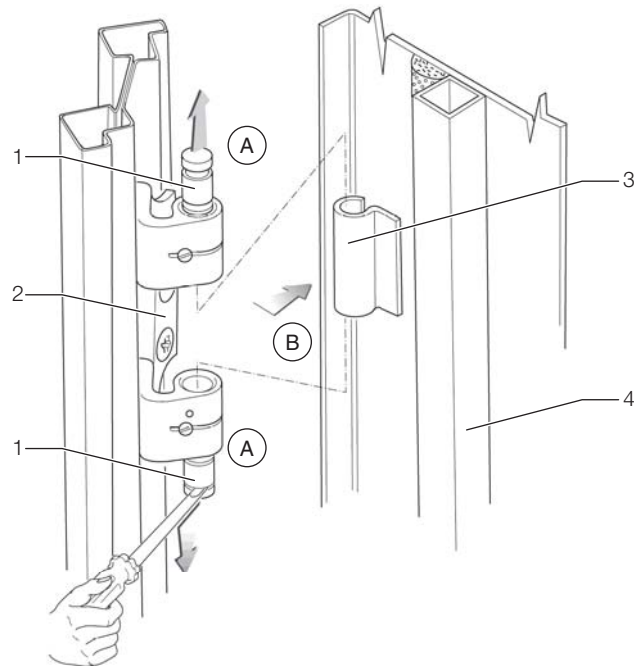

Abb. 25: Türscharnier - Ausbau
- Lösen Sie die Scharnierbolzen an den vier Türscharnieren, indem Sie die Bolzen mit einem geeigneten Werkzeug (z.B. Schraubendreher) anheben und ziehen Sie die Bolzen bis zum Anschlag aus der Scharnierbolzenaufnahme heraus (siehe Abb. 25, Schritt A). Beginnen Sie mit dem untersten Türscharnier.
- Nehmen Sie die Serverschranktür ab (siehe Abb. 25, Schritt B).